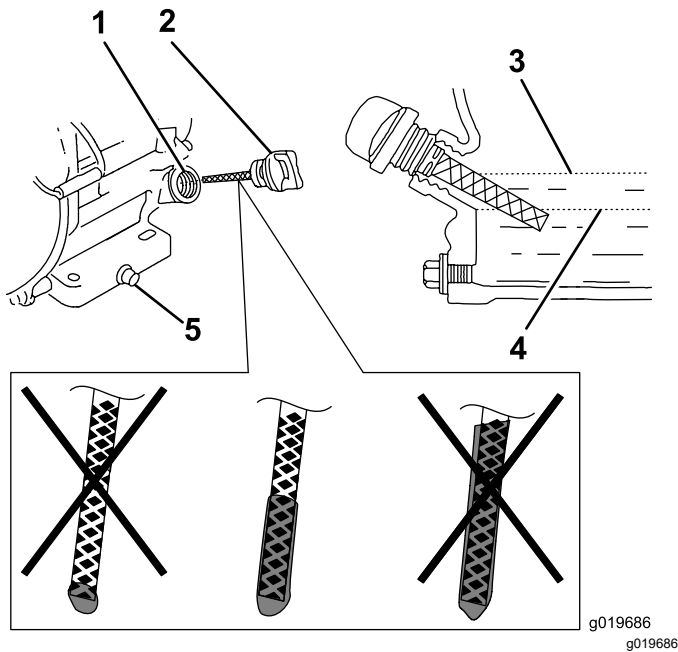

Bild 26
6. Nehmen Sie den Peilstab heraus und prüfen Sie den Motorölstand (Bild 26).